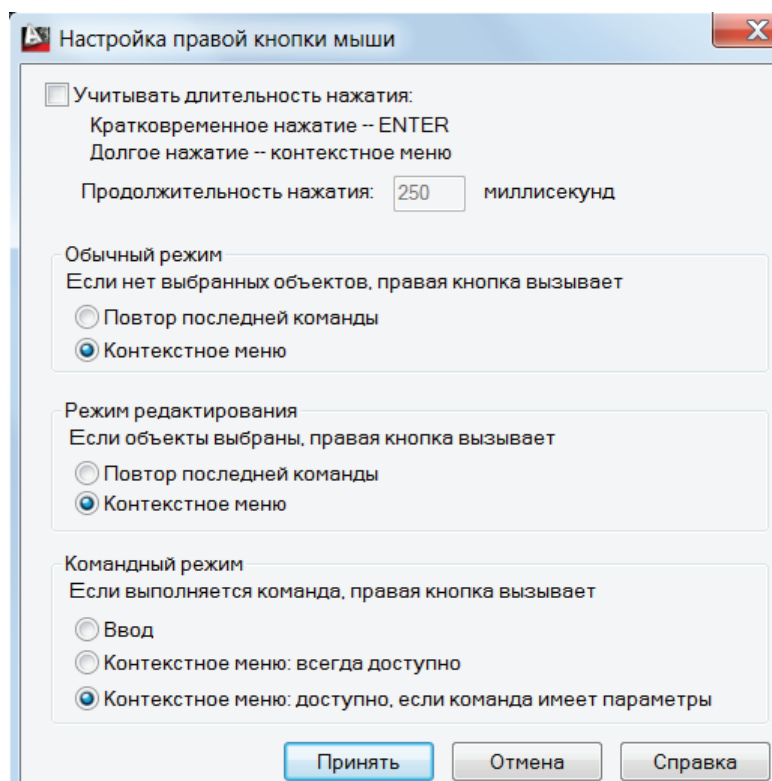

Рис. 44. Диалоговое окно Настройка правой кнопки мыши
- ◆ диалоговое окно Настройка правой кнопки мыши открывается, если щелкнуть по кнопке Правая кнопка мыши. Выполните настройки правой клавиши мыши, как показано на рис. 44;